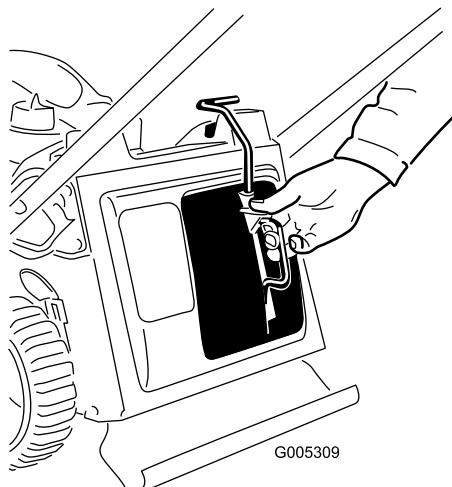

Рисунок 36
- Установите заглушку для мульчирования (Рисунок 36).